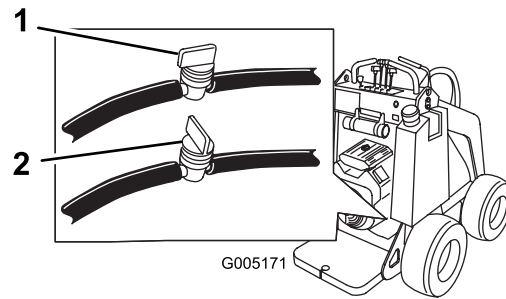

Figura 26
2. Cierre la válvula de combustible, situada debajo del depósito de combustible (Figura 26).
3. Cierre la válvula de combustible, situada en la manguera cerca del fondo del depósito de combustible (Figura 26).
8. Abra la válvula de combustible, situada en la manguera cerca de la parte inferior del depósito de combustible, según ilustrado: Figura 26.